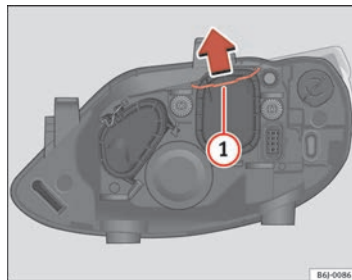

Fig. 136 Anabbaglianti
- Far scorrere il tirante ⇒ pag. 231, fig. 136 ① nel senso della freccia e sfilare la chiusura.